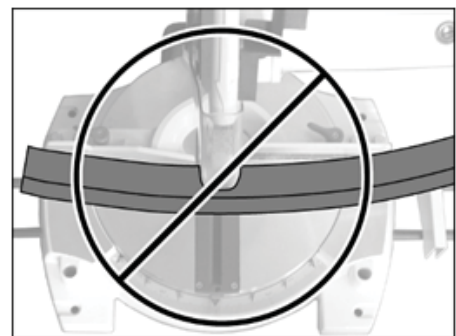

Рис. 6
- Операция ниже — потенциально опасна (Рис. 6).